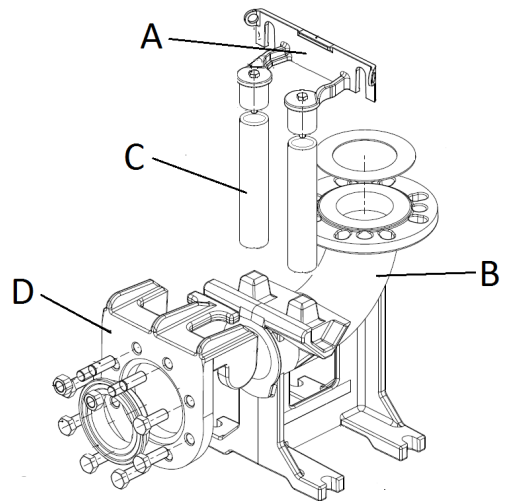

Fig. 5
- Fixer l'embase d'ancrage (fig.5 rep.A) à la partie fixe supérieure du puisard.
- Positionner sur le fond du puisard le pied d'accouplement (fig.5 rep.B) et, à l'aide d'un fil à plomb, bien contrôler que les têtes coniques placés sur l'embase d'ancrage et ceux placés sur le pied d'accouplement sont rigoureusement en correspondance.
- Marquer l'emplacement des boucles présentes sur le pied de support, puis relever la longueur exacte des tuyaux de guidage (fig. 5 - pos. C)
- Fixer la bride à glissière (fig.5 rep.D) sur l'orifice de refoulement de l'électropompe et fixer le câble de levage ou la chaîne de levage à la poignée ou à la manille placée sur la partie supérieure de l'électropompe.